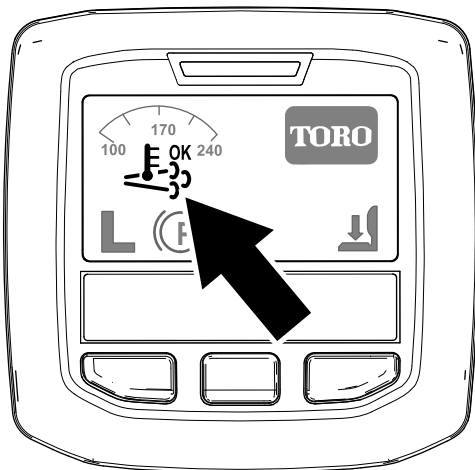

Figura 27
- Nell'InfoCenter viene visualizzata l'icona di rigenerazione assistita/ripristino (Figura 27).